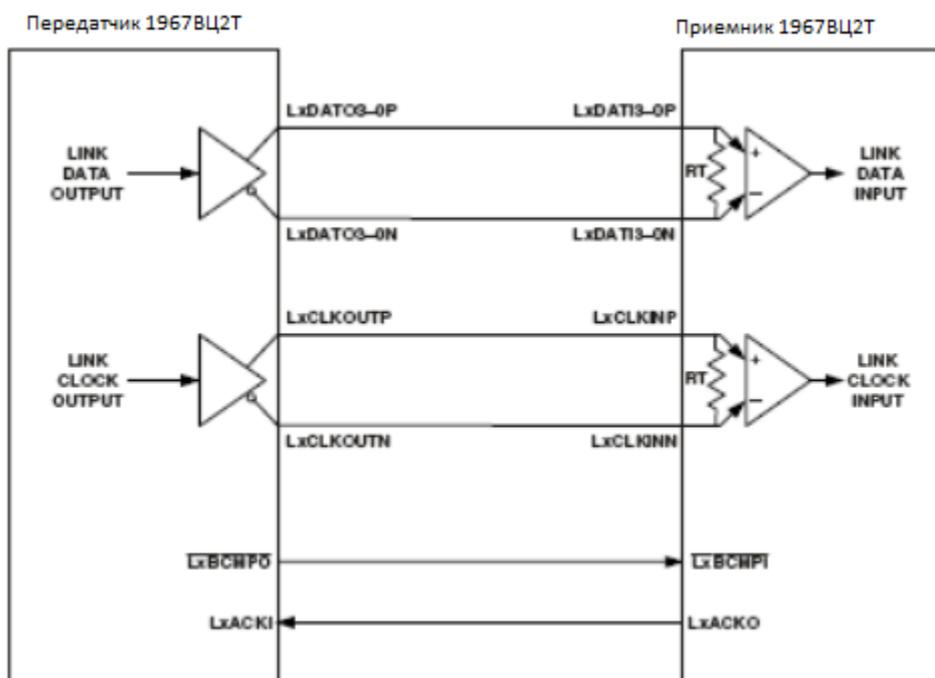

Рисунок 36 – Конфигурация передачи между процессорами
Передача сигналов LVDS требует дифференциального завершения. Рисунок 36 показывает процесс передачи через порт от одного процессора к другому. Внутренние 100 Ом резисторы завершения (RT) на стороне приемника обеспечивают выполнение данного требования. Линии на плате должны быть по возможности одинаковыми для того, чтобы поддерживать одинаковое время задержки для всех выводов данных и тактовых сигналов.